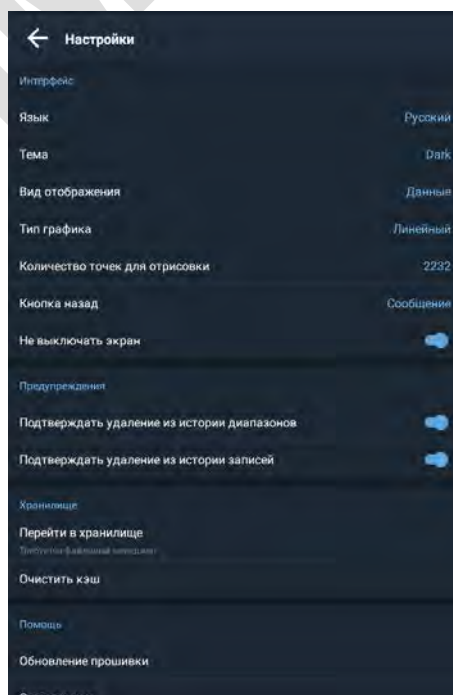

Рисунок 29 – Меню «Настройки»
3.6.7.3 В главном меню (☰) выберите пункт меню «Настройки» (рисунок 29). Данное меню содержит следующие типы подменю: